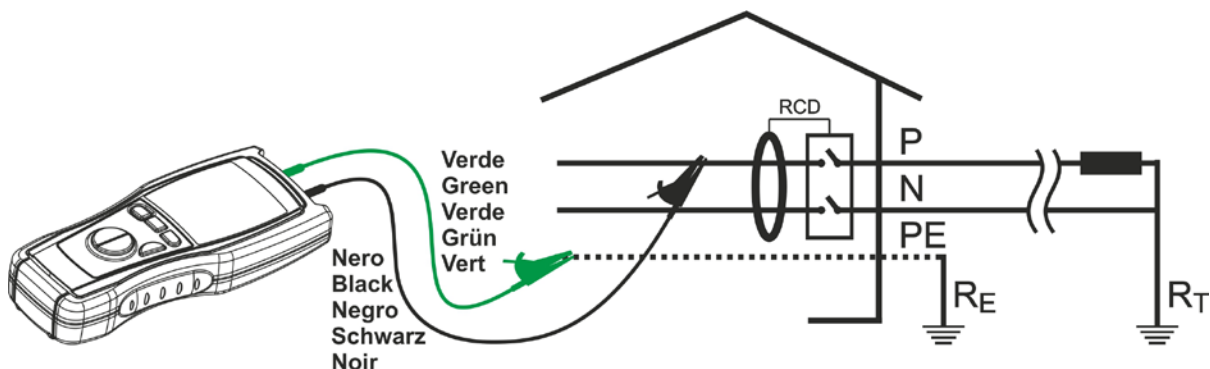

Abb. 11: Verbindung der Anschlüsse des Gerätes beim MΩ Test
6. Verbinden Sie die Anschlüsse des Gerätes mit dem Ende der Leiter an denen der Isolationstest durchgeführt wird. (siehe Abb. 11)